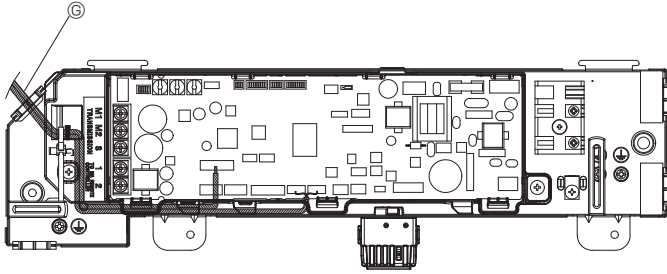

Fig. 5-5
3. İsteğe bağlı VALF kitinin bağlantı kablosunu kablo geçiş yerinden iç üniteye sokun. (Fig. 5-5)